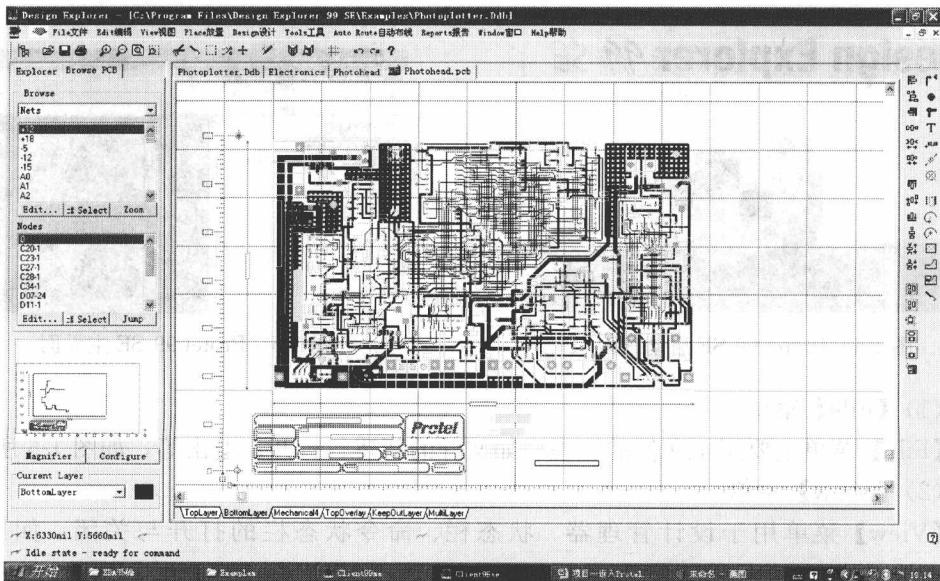

图 1-2 设计完成的 PCB 图
2) PCB 设计系统 (PCB99) 包括 PCB 编辑器、PCB 元件库封装编辑器，用于 PCB 的设计，并产生最终的 PCB 文件，可提供给 PCB 生产厂家进行生产。图 1-2 为设